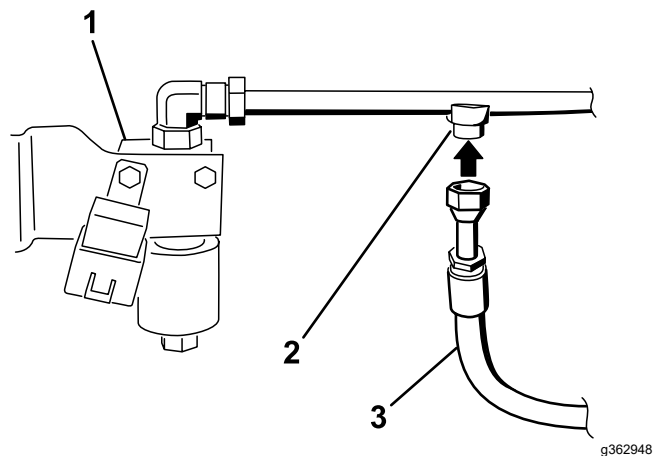

Bild 28
8. Befestigen Sie den Hydraulikschlauch mit den Anschlussstücken am Anschlussstück der Hydraulikleitung Nr. 2, wie in Bild 28 abgebildet.